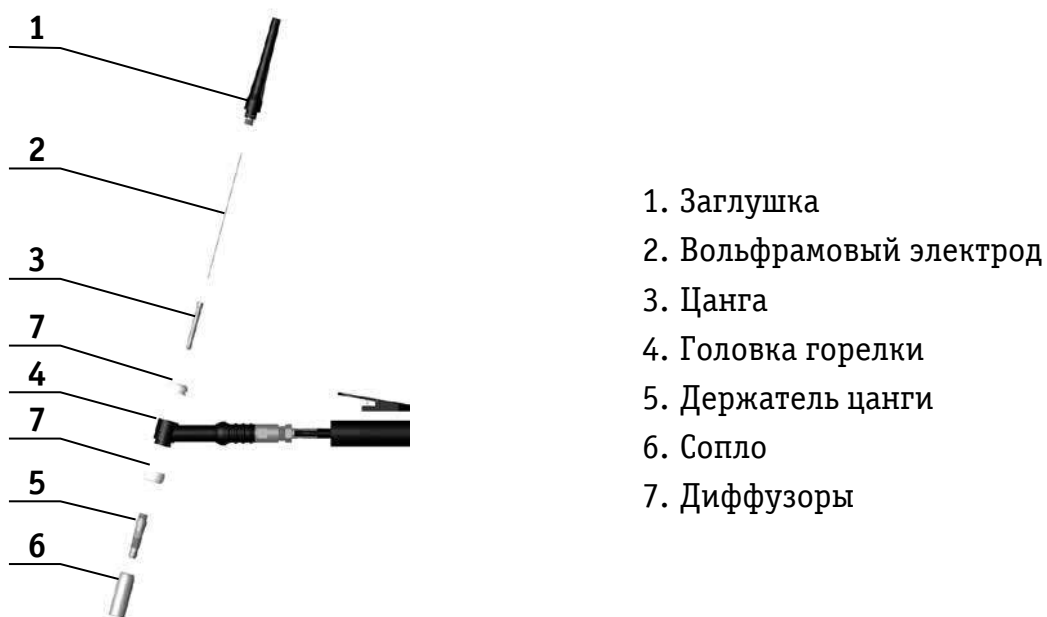

Рисунок 7.2.1 Основные компоненты горелки TIG
7.2.1 Соберите горелку в соответствии с рис. 7.2.1